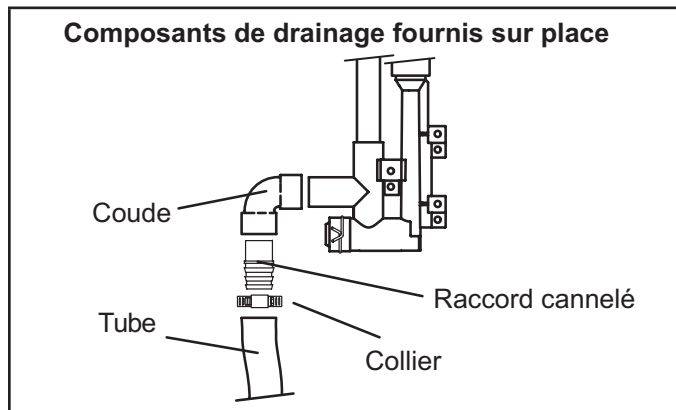

FIGURE 44
**REMARQUE** - Des tuyaux et des raccords cannelés de taille appropriée peuvent être utilisés pour la purge du condensat. Fixer le drain au purgeur avec un collier. Voir la FIGURE 44.